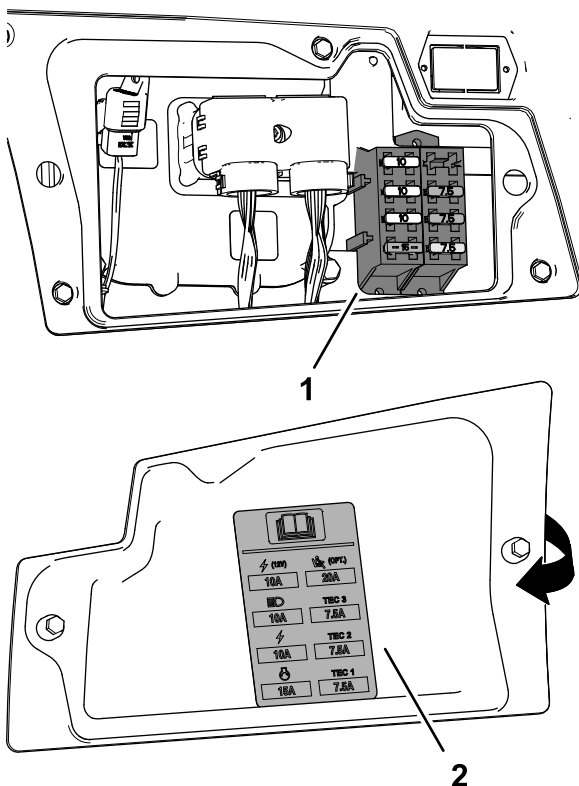

Рисунок 97
- Замените перегоревший предохранитель (Рисунок 97) на предохранитель такого же типа и номинальной силы тока.